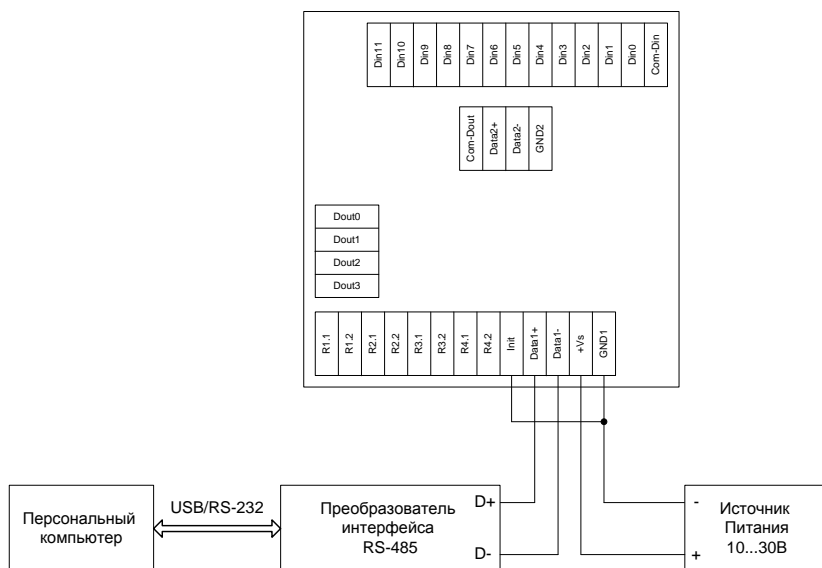

Рис. 1.1. Схема подключения ПЛК для программирования с помощью встроенного загрузчика
Для загрузки ПО в память контроллера с помощью встроенного загрузчика и утилиты AVRProg необходимо подключить его согласно схеме на рис. 1.1.
- схему подключения (см. рис. 1.1). При правильном подключении светодиод на лицевой панели контроллера должен быть включен;
Для того, чтобы проверить работоспособность программы, необходимо выключить питание контроллера, отключить вывод «Init» от «GND1» (см. рис. 1.1) и повторно включить питание.